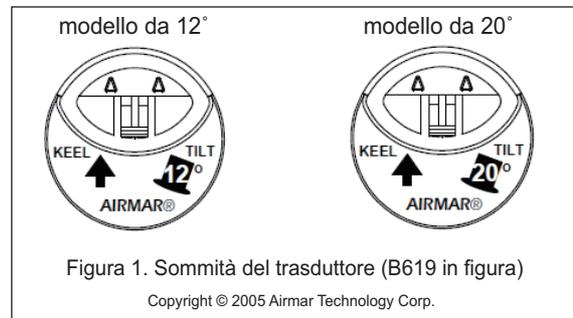
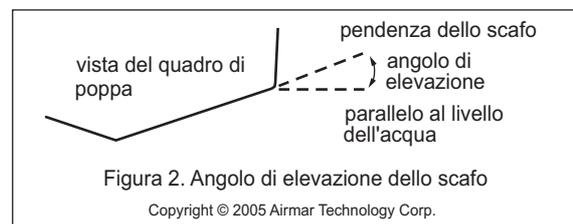

Figura 1. Sommità del trasduttore (B619 in figura)
Figura 2. Angolo di elevazione dello scafo
Assicurarsi che l'angolo di inclinazione del modello di trasduttore prescelto sia allineato con l'angolo di elevazione dell'imbarcazione nella posizione di montaggio. L'angolo di inclinazione è stampato sulla sommità del trasduttore (vedere la Figura 1). Per misurare l'angolo di elevazione dello scafo nella posizione di montaggio prescelta, utilizzare un misuratore di angoli o una livella digitale (vedere la Figura 2).
**Modelli da 12° e 20°** - Dall'interno dello scafo, puntare la freccia sulla sommità del trasduttore (e l'uscita del cavo) verso la CHIGLIA o la linea d'asse dell'imbarcazione (vedere la Figura 1). In tal modo, l'angolo dell'elemento all'interno del trasduttore si allineerà con l'angolo di elevazione dello scafo.